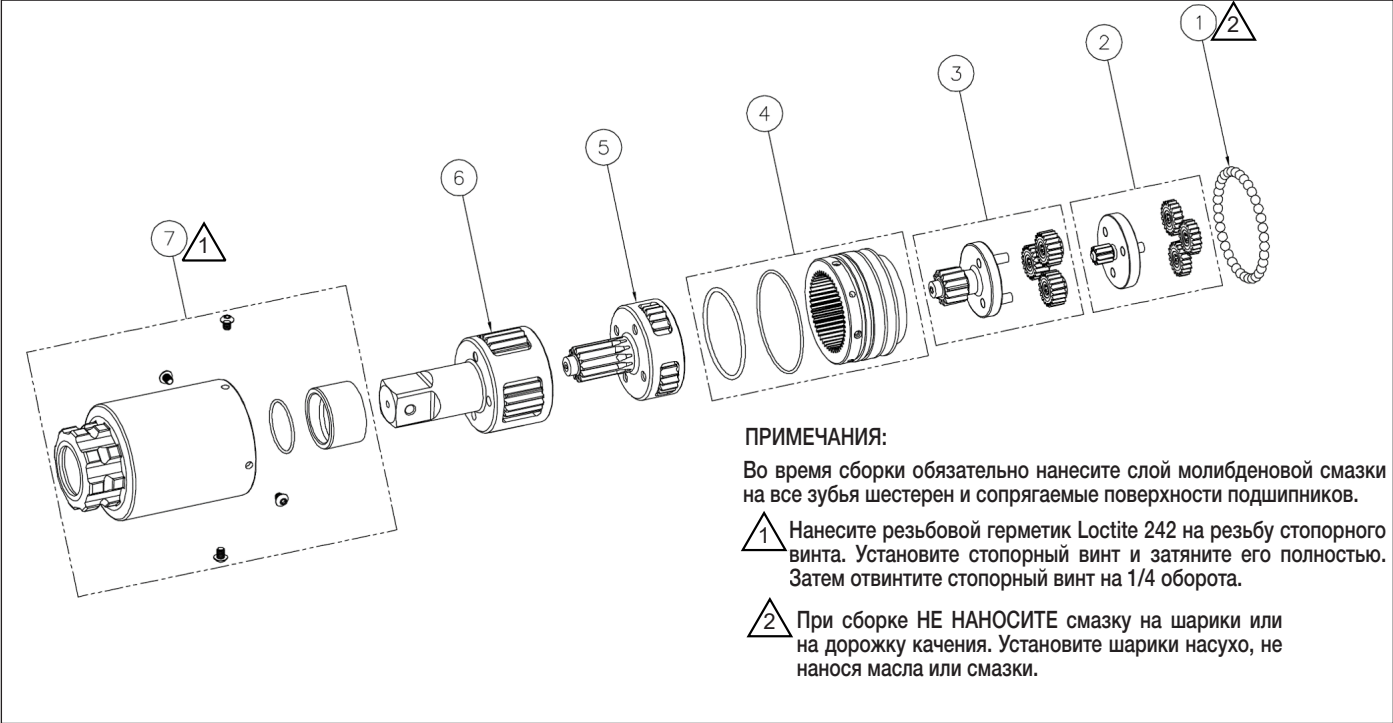

Рисунок 11: Узел редуктора TW2000SR
9.6.1 Таблица деталей (рисунок 11)